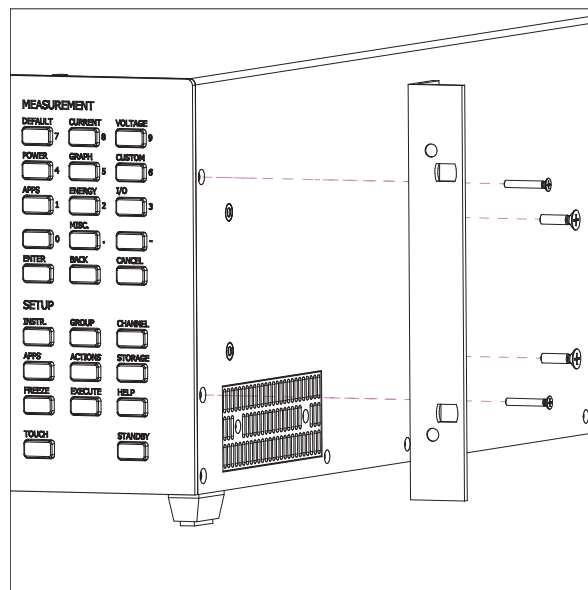

Abbildung 5.3: Montage des 19"-Montagesatzes (LMG671)
- Die Winkel werden jeweils mit den beiden beigelegten Schrauben M4x8 mit Ferderring und mit den zwei entfernten Linsenkopf-Schrauben M3x8 befestigt. Siehe auch Abbildung 5.3 [→89]